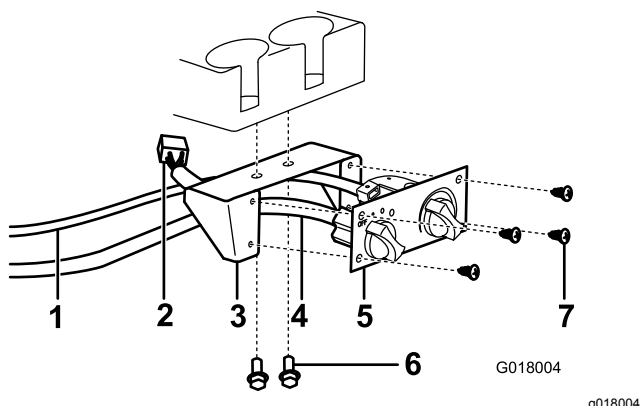

Figura 23
- Conecte el soporte del control del calentador al salpicadero bajo los portavasos con 2 pernos con arandela prensada y tuercas (Figura 23).
del calentador y el conector del arnés de cables blanco al calentador (Figura 23).
- Sujete el control del calentador a su soporte usando 4 tornillos para chapa (Figura 23).